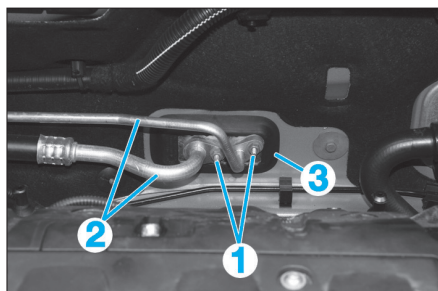
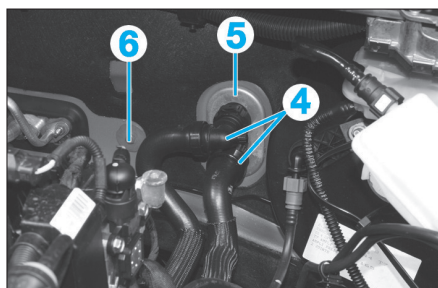

Fig. 12
Fig. 13
- les écrous (1) (Fig.12).
- Désaccoupler les conduits (2).
- la platine de maintien du détendeur (3),
- Mettre en place les pinces durits [1] sur les durits du radiateur de chauffage (4) (Fig.13).
- Désaccoupler les durits (4).